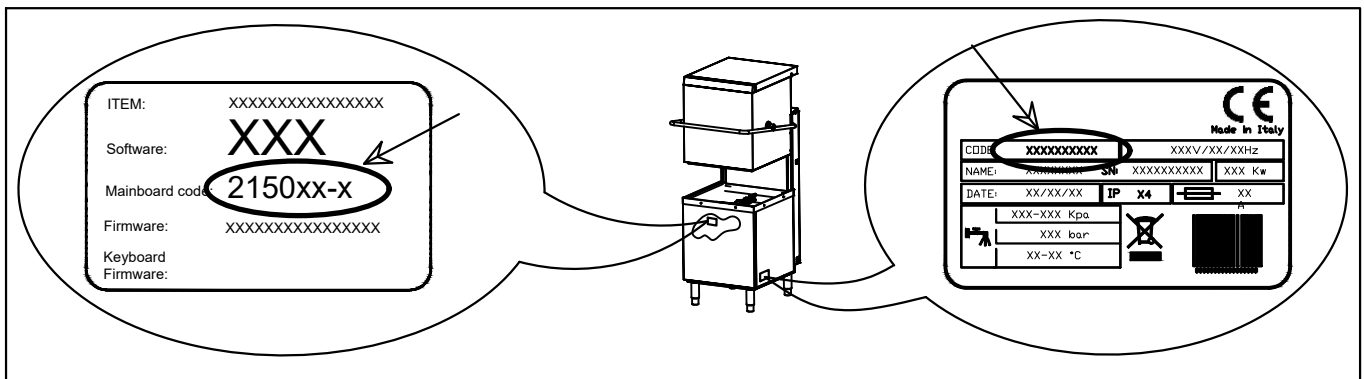

Figure 1
- Check machine code and mainboard code, which are on left panel and inside machine, see Fig.1
- Maschinencode und Mainboard-Code, der an der linken Seite und in der Maschine sind, siehe Abb. 1
- Vérifier le code de la machine et le code de la carte mère, qui sont sur le panneau gauche et intérieur de la machine, voir figure 1
- Controlla codice macchina e il codice mainboard, che sono sul pannello di sinistra e all'interno della macchina, vedi Fig.1
- Sprawdź kod maszynowy i kod płyty głównej, które znajdują się na lewym panelu i wewnątrz maszyny, patrz rys. 1